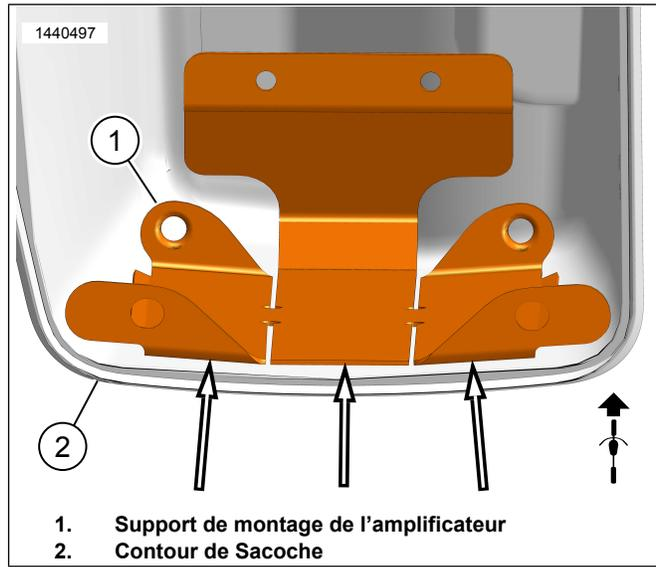

Figure 13. Contour de la Sacoche
- b. Figure 13 Utilisez des fentes dans le support de montage (1) pour plier et se conformer au contour de la sacoche (2) sans bascule. Cela assurera un meilleur contact et adhérence avec la bande. Ne pas peler le ruban pour l'instant.